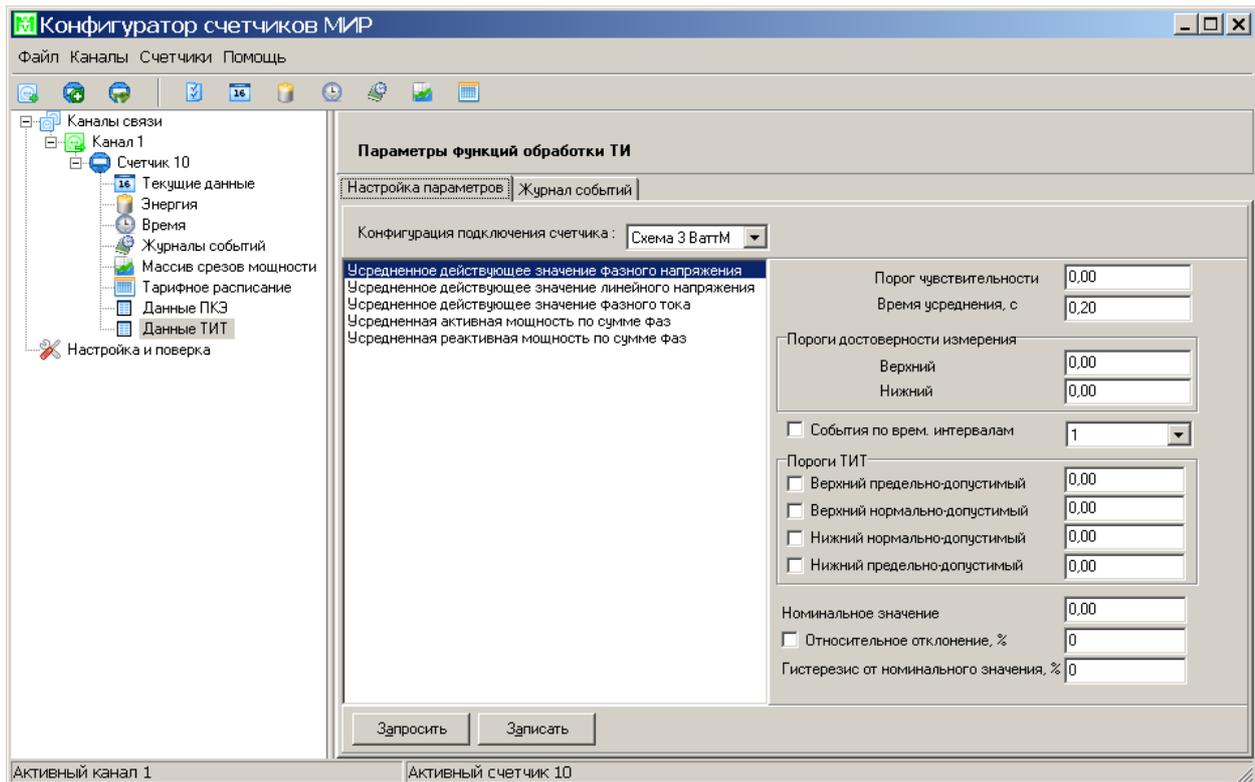

Рисунок 3.55
3.3.22.3 Для настройки параметров функции обработки ТИ следует в дереве объектов главного окна (рисунок 3.1) выбрать подобъект *Данные ТИТ* необходимого счетчика – в правой части окна откроется панель *Параметры функций обработки ТИ* (рисунок 3.55).
Вкладка *Настройка параметров* (рисунок 3.55) содержит перечень параметров. Параметры *Усредненное действующее значение фазного напряжения*, *Усредненное действующее значение линейного напряжения*, *Усредненное действующее значение фазного тока* имеют настройки, общие для всех фаз. Описания параметров приведены в таблице 3.14.
Для изменения текущей конфигурации следует ввести значения параметров, и нажать кнопку *Записать* (рисунок 3.55).